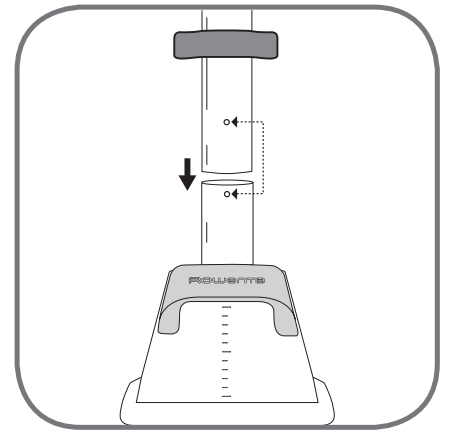

fig. 3
3. Insérez le mât dans la base en appuyant vers le bas, jusqu'à ce que les trous du mât et de la base soient au même niveau, de manière à remettre la vis. Si les trous ne correspondent pas, vérifiez que les clips du mât soient bien déverrouillés (fig. 3).